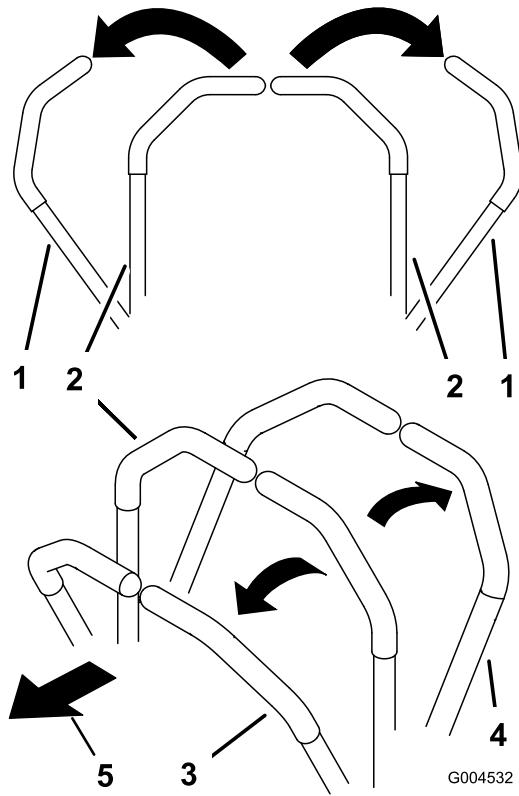

Figure 20
- Pour vous déplacer en ligne droite en marche avant, poussez lentement les leviers de commande de déplacement vers l'avant (Figure 20).
- Pour vous déplacer en ligne droite en marche arrière, tirez doucement les leviers en arrière (Figure 20).
- Pour tourner, ralentissez la machine en tirant les deux leviers en arrière puis poussez en avant le levier du côté opposé à celui que vous voulez prendre (Figure 20).